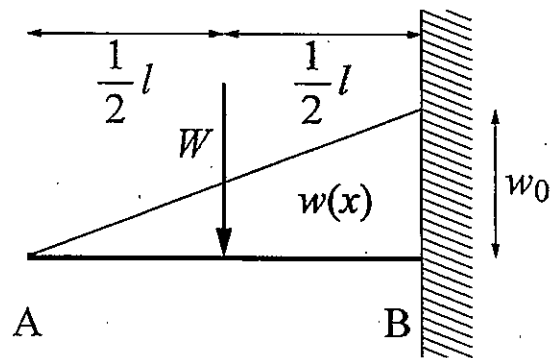

図 1
- (A) 上端を固定した直径 4.00 mm, 長さ 10.0 m の線材に質量が 1.00 t のおもりを吊した。線材に生じる垂直応力と伸びを求めよ。ただし, 線材のヤング率 (縦弾性係数) を 206 GPa, 重力加速度を $9.81 \text{ m} \cdot \text{s}^{-2}$ とする。また, 自重ならびに降伏を考慮しない。
- (B) 図 1 に示すように, 長さ l のはりの右端 B が固定支点で支えられており, はりに集中荷重 W と三角形形状の分布荷重 $w(x)$ が働いている。はりの左端 A からの距離を x として, はりの断面に生じるせん断力 F と曲げモーメント M を求めよ。